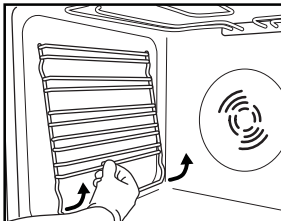

Fig. 3
1. Rimuovere le griglie porta accessori laterali (Fig. 3).